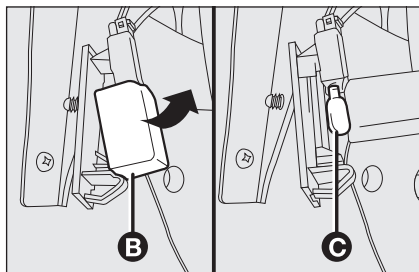

fig. 36
- ☐ aprire il coprilampada **B**-fig. 36 e sostituire la lampada **C** inserita a pressione;